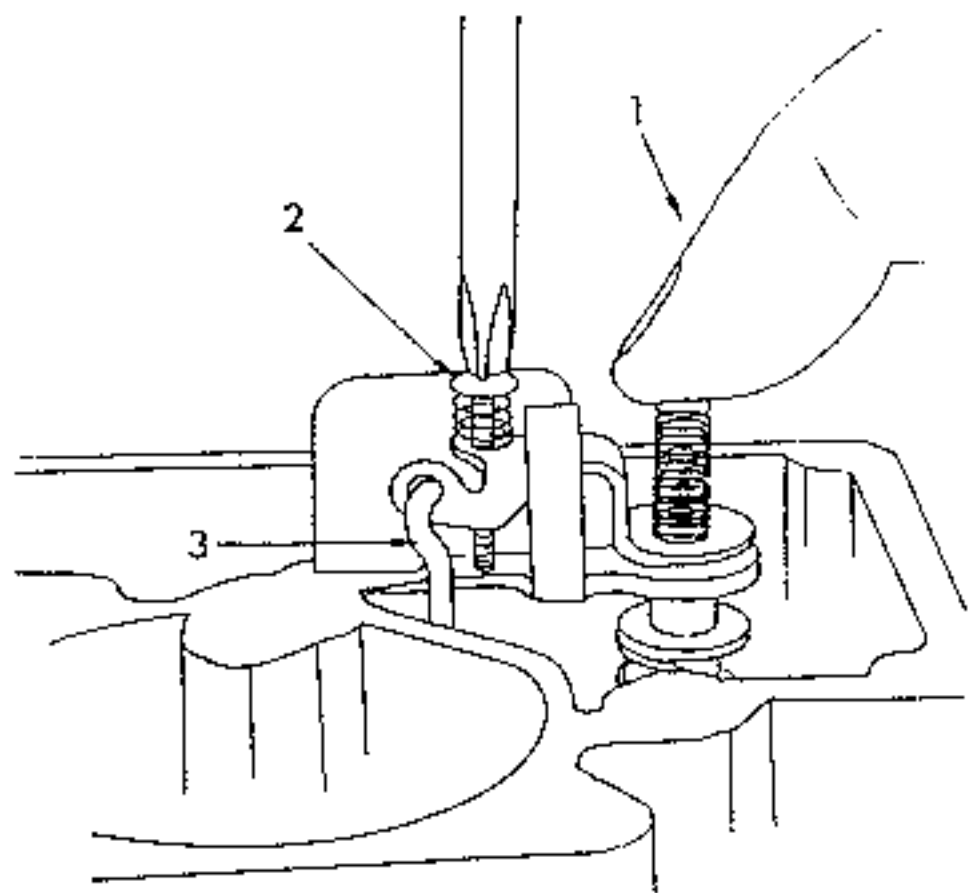

Bild 45 Einzelheiten zum Einstellen der Dosiernadel. Mit dem Finger die Pumpenwelle nach unten drücken (1) und die Schraube (2) verstellen.
- Mit einem Finger das Ende der Pumpenmembranwelle nach unten drücken, bis sie aufsitzt (Bild 45).